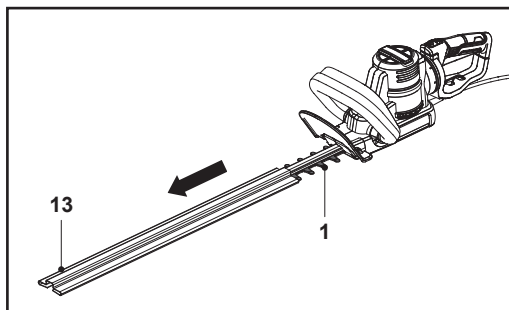

Fig. 1
1. Retire a cobertura da lâmina (13) do dispositivo de corte (lâmina) (1) antes da utilização (Fig. 1).
2. Guarde a cobertura da lâmina (13) em segurança.